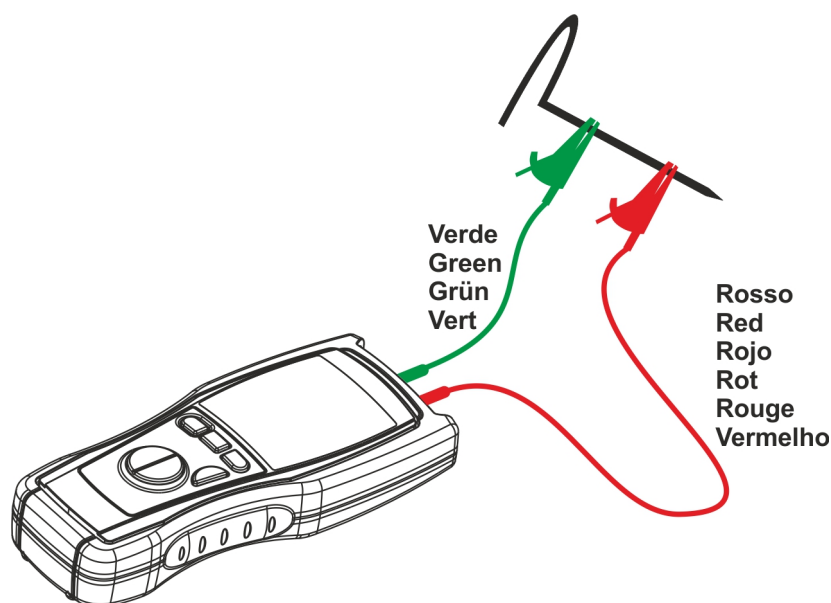

Fig. 2 : Connexions de l'instrument pour la mise à zéro des câbles en mode EARTH 2P
5. Court-circuiter entre elles les extrémités des câbles de mesure (voir Fig. 2) en veillant à ce que les parties métalliques des pinces crocodile soient bien en contact entre elles. Pour obtenir une connexion sûre, on peut utiliser l'un des piquets fournis de dotation avec l'instrument.